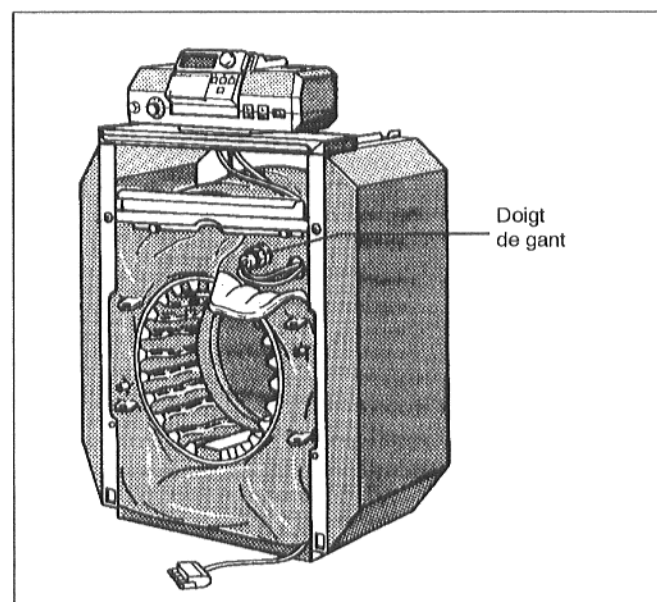

Fig. 21
- Rabattre le coin droit du matelas calorifuge de la paroi de façade avant (Fig. 21).